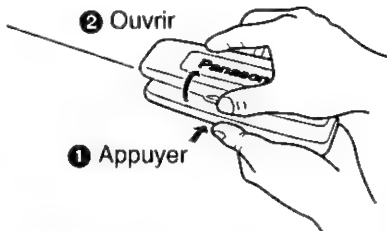

Fig. 6
- ④ Comme illustré à la figure 6, appuyer légèrement sur le bas de l'étui et ouvrir le rabat supérieur. Ranger le panneau dans l'étui. Le panneau peut alors être transporté en toute sécurité.
⑦ Étui de rangement du panneau avant amovible
② Ouvrir
① Appuyer